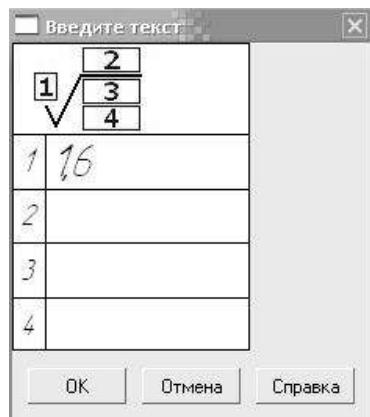
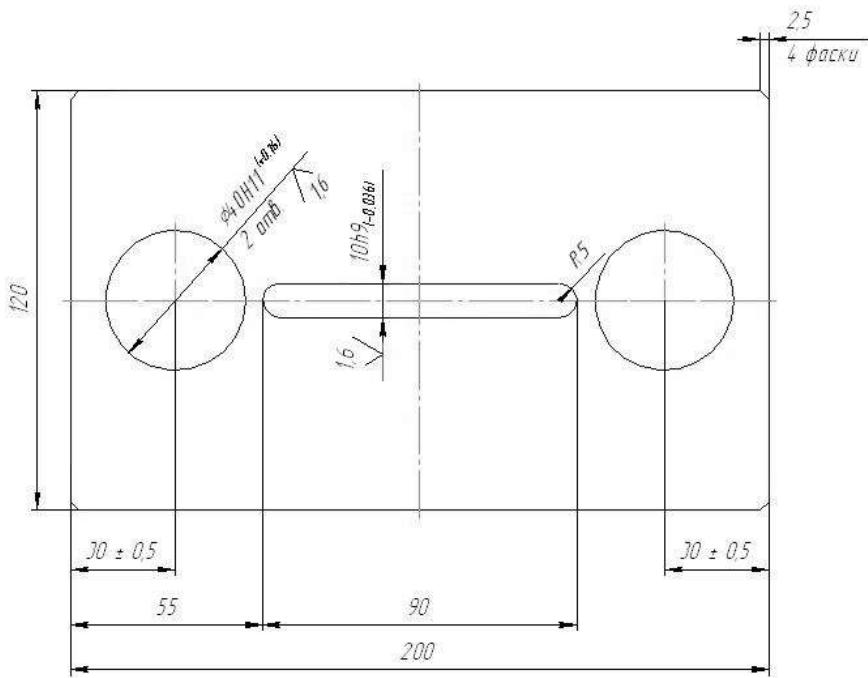

Рис.67 Ввод текста для шероховатости
Рис.68 Простановка значений шероховатости поверхностей.
2.1. Для ввода шероховатости нажмите кнопку  на панели **Обозначения**, укажите поверхность для простановки шероховатости, тип знака, введите текст значения шероховатости (Рис.67) и задайте его положение. Аналогично проставляем значения шероховатости на других поверхностях (Рис.68).